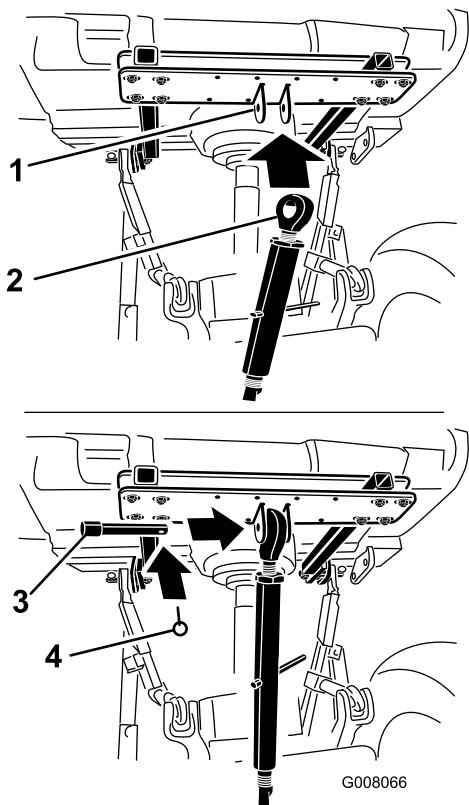

Рисунок 8
6. Подсоедините верхнее звено сцепного устройства к выступу поперечины сцепного устройства и закрепите с помощью пальца звена и шплинта (Рисунок 8).